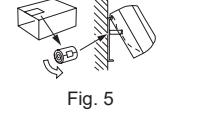

Fig. 5
- Inserire il tubo di scarico nella manica foro muro (C) e agganciare la parte superiore dell'unità interna alla piastra di installazione (1). Quindi, spostare completamente l'unità interna sulla sinistra in modo da facilitare il posizionamento della tubazione nello spazio sul retro dell'unità.
- Ritagliare un pezzo di cartone dalla scatola di spedizione, arrotolarlo, agganciarlo sul costolone posteriore e utilizzarlo come distanziatore per sollevare l'unità interna. (Fig. 5)